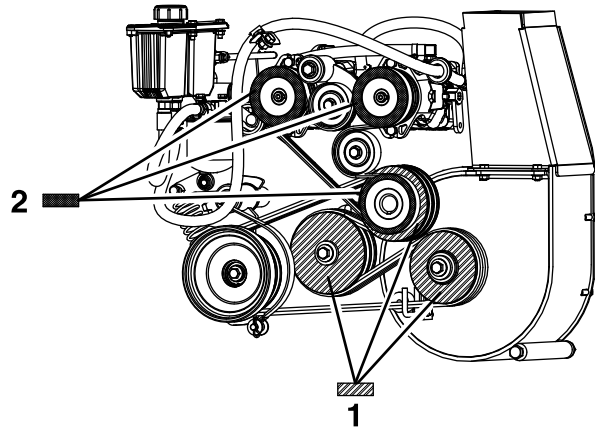

Figure 64
8. En vous servant de la poulie de ventilateur comme base de mesure, déplacez le moteur et l'arbre intermédiaire jusqu'à ce que la surface arrière des 3 poulies soit alignée à une 0,8 à 1,6 mm près (Figure 64).
- Utilisez une règle pour aligner chaque poulie de pompe sur la poulie du moteur, en la faisant glisser sur l'arbre d'entraînement de la pompe (Figure 64).